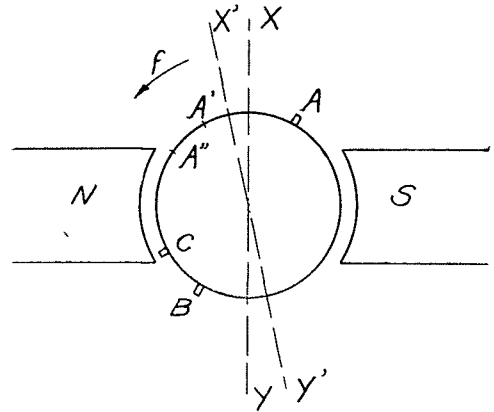

Fig 3
d) DYNAMO A TROIS BALAIS · Cette dynamo est montée suivant le schéma de la figure 3.